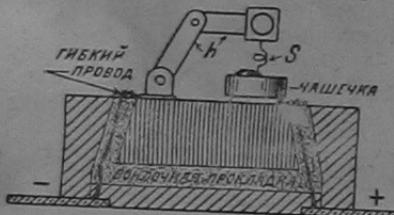
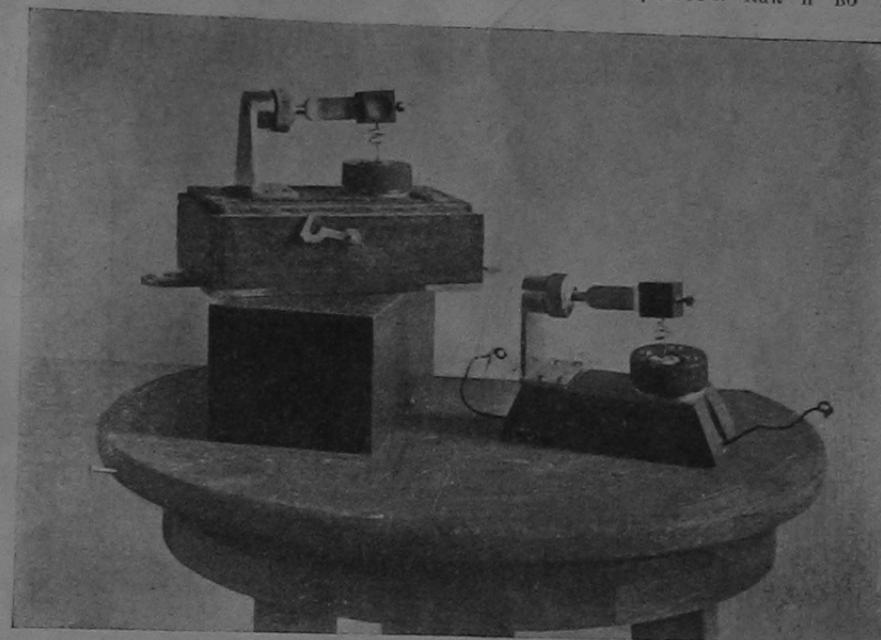

Рис. 1. Нечувствительная к сотрясениям установка детектора
Рис. 2. Устойчивый детектор в ящичке, обложенный внутри войлоком (слева), и отдельно от него (справа)
Гетеродин состоит из замкнутого колебательного контура, в котором помошью катодной лампы возбуждаются очень слабые незатухающие колебания (см. рис. 1 стр. 104 „Радиолюбителя“ № 7). Такой гетеродин ставится вблизи приемника, так что в антenne, помимо незатухающих колебаний, вызванных приходящими волнами, возникают еще колебания, индуцированные гетеродином. Емкость и самоиндукция в колебательной цепи гетеродина подбираются таким образом, чтобы частота колебаний этого контура немного отличалась от частоты колебаний вызванных приходящими волнами. Не входя в подробности, скажем только, что два отличающиеся по частоте колебания, складываясь вместе, дают в результате колебания, амплитуда которых равномерно то увеличивается, то ослабляется с частотой, равной разности между частотами первых двух колебаний. Эти чередующиеся усиления и ослабления колебаний называются биениями. Так, если приходящие волны дают 100.000 колебаний в секунду, а колебание гетеродина 99.000, то частота этих биений получится равной 1000 в секунду. Таким образом ток, выпрямленный детектором, будет 1000 раз в секунду то усиливаться, то ослабляться. Мембрана телефона под влиянием такого тока будет колебаться с частотой 1000 в секунду, и, следовательно, издаст звук определенного тона.
ла. Для удобства регулировки, чашечка со вплавленным кристаллом должна быть большего диаметра, чем обычно (удобно в 3 см.), и должна иметь возможность плавно вращаться; цинкитный кристалл вплавляется в нее эксцентрично (см. фот. рис. 2).
**Устойчивость детектора.** Для большей надежности в работе, генерирующий детектор следует помешать в ящичек, обложенный внутри войлоком; тогда механические сотрясения совершенно не будут влиять на его работу. Это удобно сделать согласно рисунку 1, где, как видно, нет жесткого соединения корпуса детектора с ящичком, так как контакт достигается посредством 2-х гибких шуров (см. также фотографию на рис. 2, где генерирующий детектор показан в ящичке и отдельно от него).
Конструкцию детектора можно взять или такой, как показано на рис. 1, а еще лучше с шариковым соединением, как на рис. 2, или аналогично детекторам РОВТ и Т типа К-6.
**Форма контактной проволочки.** Контактную пружинку к цинкитному кристаллу ( $S$  — см. рис. 1-й) нужно сплести из 2-х крепкой стали проволочек, одна из которых, толщиной в 0,3 мм., вплетена лишь для крепости и не доходит до низу на 1 мм.; проволочка, доходящая до низу и касающаяся кристалла, имеет толщину в 0,2 мм.